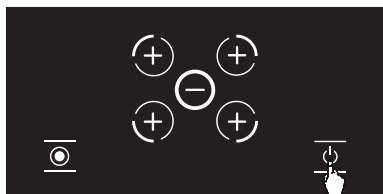

Рисунок 15
1. Нажмите кнопку **⏻**, чтобы выключить варочную панель. (см. Рис. 15)